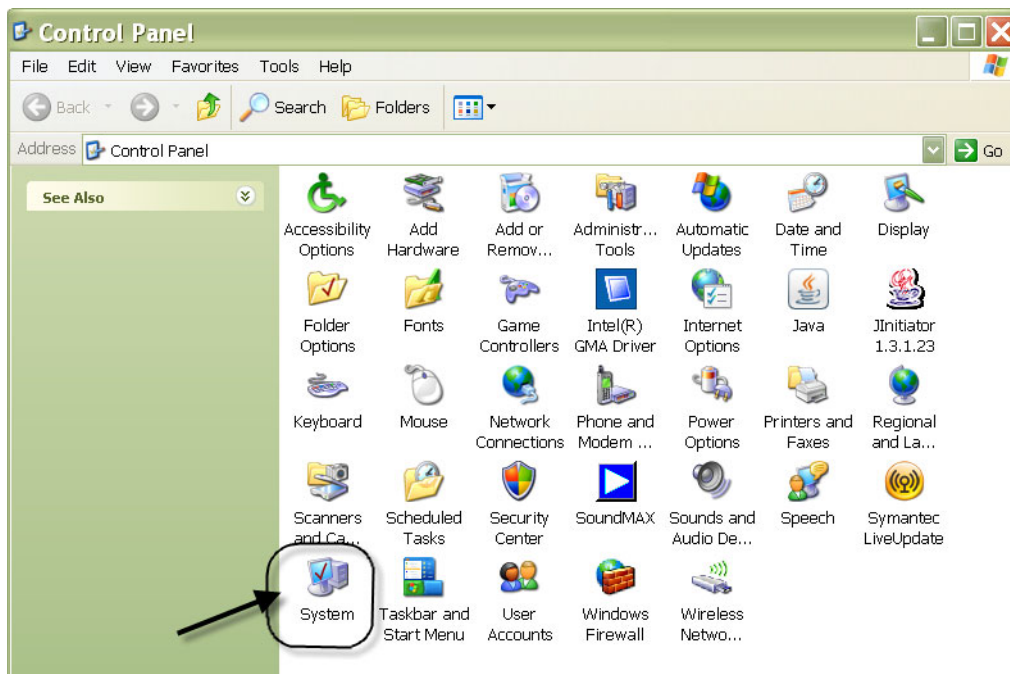

FIG. 189
2. Le Panneau de configuration est illustré dans la FIG. 189.